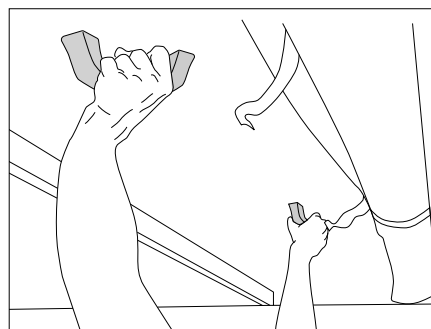

Bild 12 Aufstelldach hochstellen
- Aufstelldach an den Griffen mit beiden Händen nach oben drücken (Bild 12).